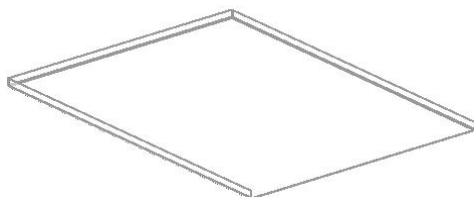

图 11-172 创建弯边特征 3
(8) 在“弯边”对话框中，单击 **应用** 按钮，创建弯边特征 3，如图 11-172 所示。